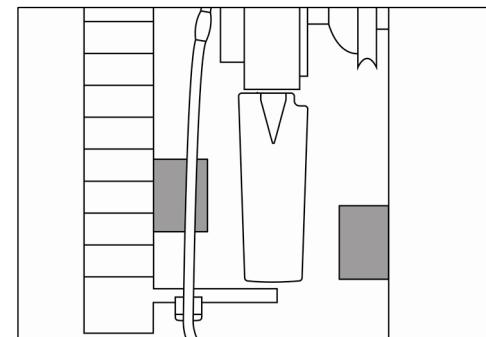

Fig. 35
- 30)** Sørg for at bladene, når de er i tværposition, ikke kolliderer med genstande foran eller bag ventilatoren (minimumsafstand 5 mm (0,196") / se Fig. 35).